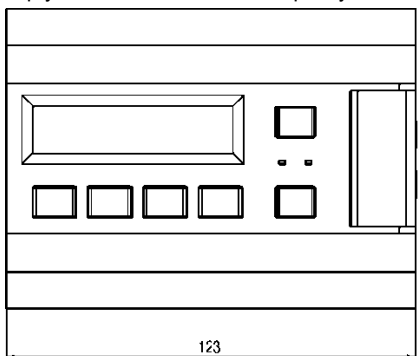

Рисунок 1
1. Производится подготовка на DIN-рейке места для установки прибора с-учетом размеров корпуса (см. рисунок 1);